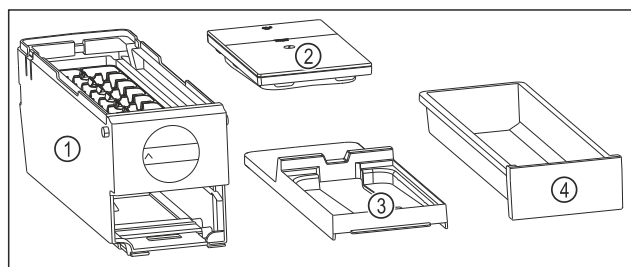

Fig. 123 Součásti EasyTwist-Ice
- ▶ EasyTwist-Ice je rozebrán na čtyři části. (viz Fig. 123)
- ▶ EasyTwist-Ice rozebírejte pouze na zobrazené součásti. (viz Fig. 123)
- ▶ Korpus EasyTwist-Ice Fig. 123 (1) vyčistěte jako celek.